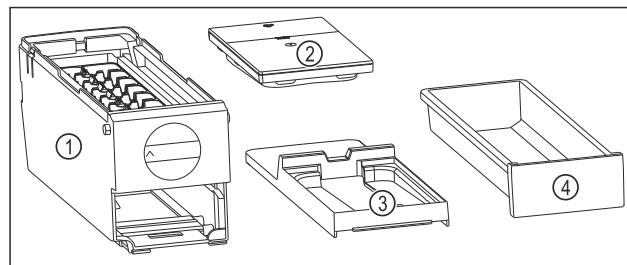

Fig. 84 Súčasti EasyTwist-Ice
- EasyTwist-Ice je rozložený na štyri časti. (pozri Fig. 84)
- Rozložte EasyTwist-Ice len na tie súčasti, ktoré sú na obrázku. (pozri Fig. 84)
- Korpus EasyTwist-Ice Fig. 84 (1) vyčistite ako celok.